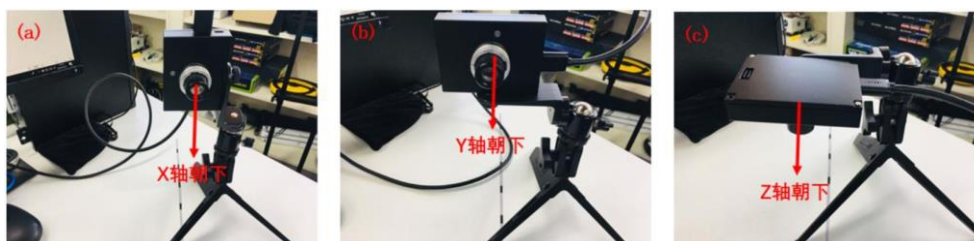

图 1
- a) 按照图 1(a)所示姿态调节传感器，并静止放置一段时间(约 5 秒)，再输入 2。此时控制台显示“Keep stationary.”等提示，继续静止等待。输出 $\|\text{Acc}\|$ 的数值和 $9.8(\text{m/s}^2)$ 比较，判断相差是否在 $0.05(\text{m/s}^2)$ 以内。
- b) 继续按照图 1(b)的姿态，调整传感器并静止，再输入 2，观察 $\|\text{Acc}\|$ 和 $9.8(\text{m/s}^2)$ 的差别。
- c) 按照图 1(c)的姿态，再次传感器并静止，再输入 2，观察 $\|\text{Acc}\|$ 和 $9.8(\text{m/s}^2)$ 的差别。